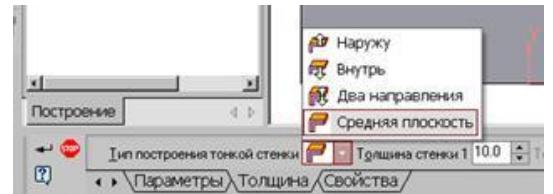

Рисунок 57 Выбор толщины ребра
5. Для построения ребер жесткости служит кнопка Ребро жесткости. На панели свойств команды (рис.57) закладка Толщина позволяет выбрать Толщину ребра жесткости. Закладка Параметры позволяет определить: